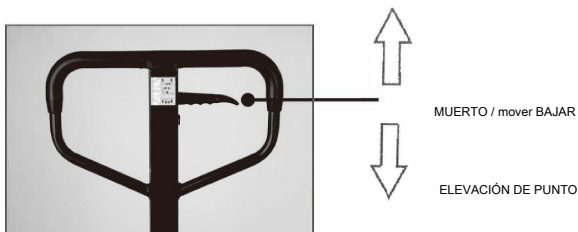

Fig. 14: palanca de accionamiento
- Antes de levantar la carga, la posición del carro de plataforma en el centro debajo de la carga (Fig. 14 A).